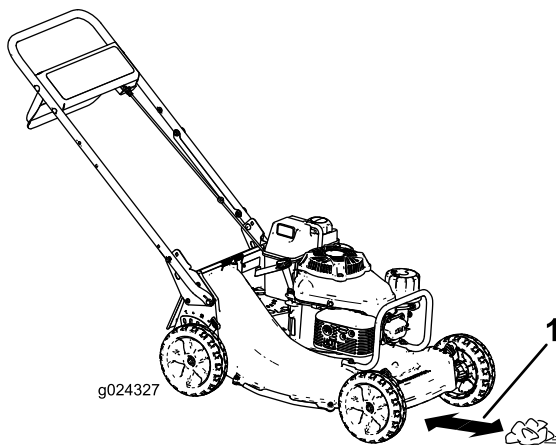

Figura 17
4. Coloque a bola de jornal a cerca de 13 cm à frente da máquina (Figura 17).